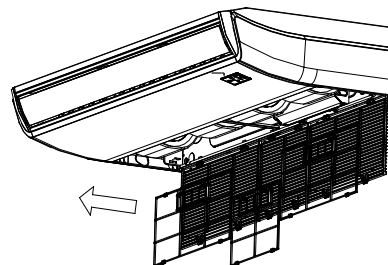

Рис. 6-3
- Вытащите воздушный фильтр из воздухозаборного устройства согласно рис. 6-3.
- Установите воздушный фильтр на место (см. рис. 6-3).